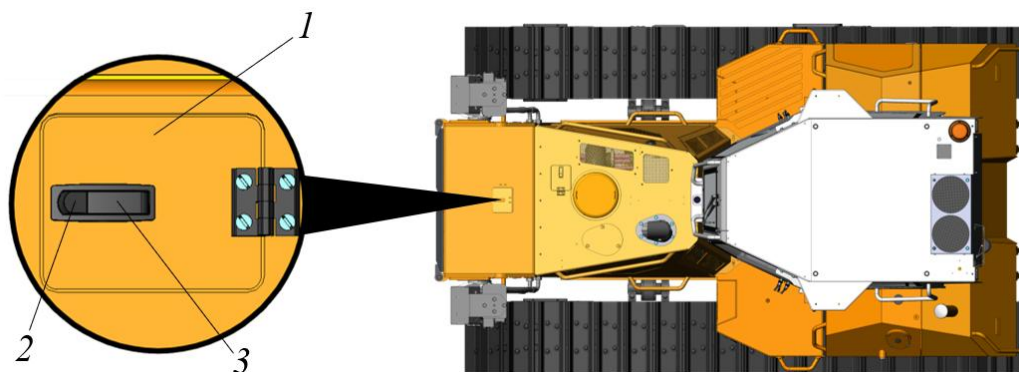

Рисунок 5.30. Лючок в лобовине рамы
- ▶ Открыть крышку лючка в лобовине рамы, см. рис. 5.30.
Для открытия лючка необходимо нажать на фиксатор замка 2, поднять вверх до упора замок крышки лючка 3, открыть крышку лючка 1, рис. 5.30.
- ▶ Закрыть лючок 1 в лобовине рамы, рис. 5.30.